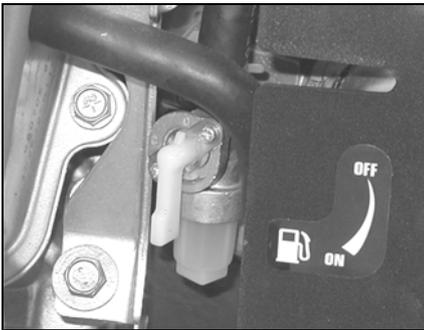

Figure 8
Le robinet d'essence (figure 8) permet de couper l'alimentation en carburant lorsqu'il est en position verticale (comme sur la figure 8). Il alimente le moteur lorsqu'il est en position horizontale.
- Tournez le levier d'alimentation d'essence sur la position horizontale (figure 8).
- Placez le levier d'accélération sur la position ralenti (figure 8, repère 4).
- Fermez le robinet d'essence (figure 7 page 13 avec le moteur Honda et figure 8 page 13 avec le moteur Briggs & Stratton).